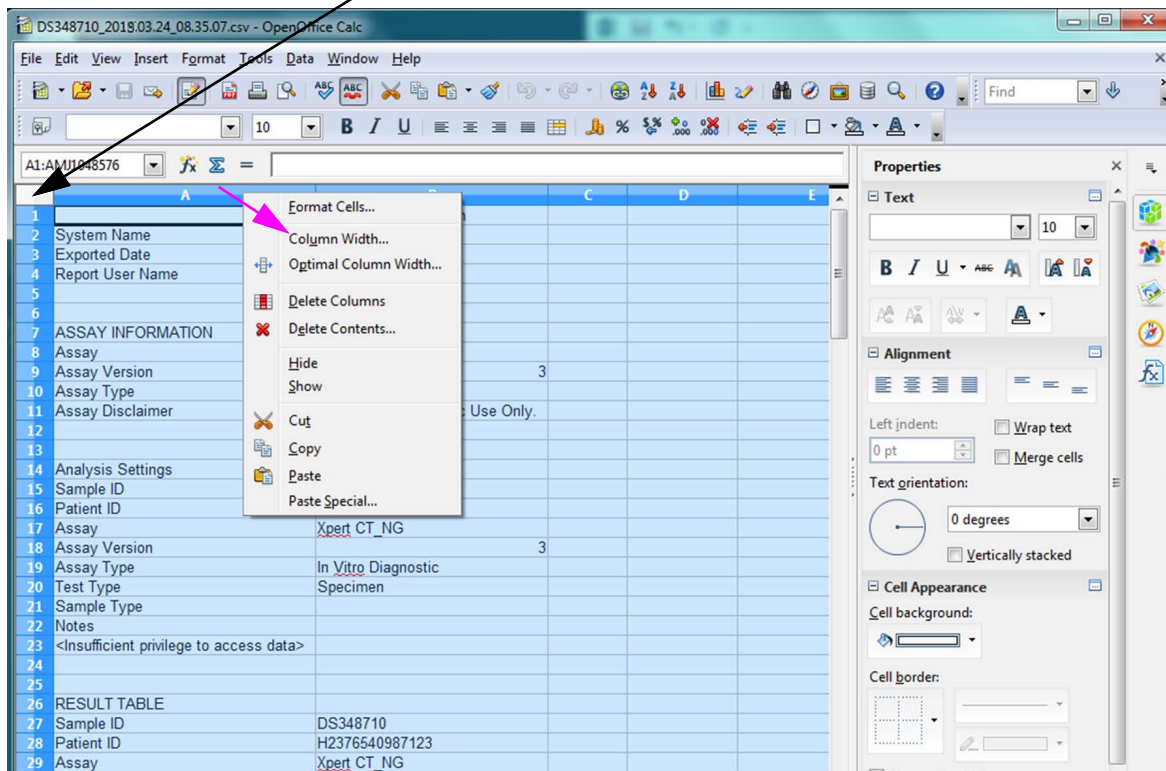

Abbildung 5-66. Dropdown-Menü zur Auswahl der Spaltenbreite
5. Klicken Sie mit der rechten Maustaste auf die Spaltenüberschrift. Rechts von der Spalte wird ein Dropdown-Menü angezeigt (siehe Abbildung 5-66).